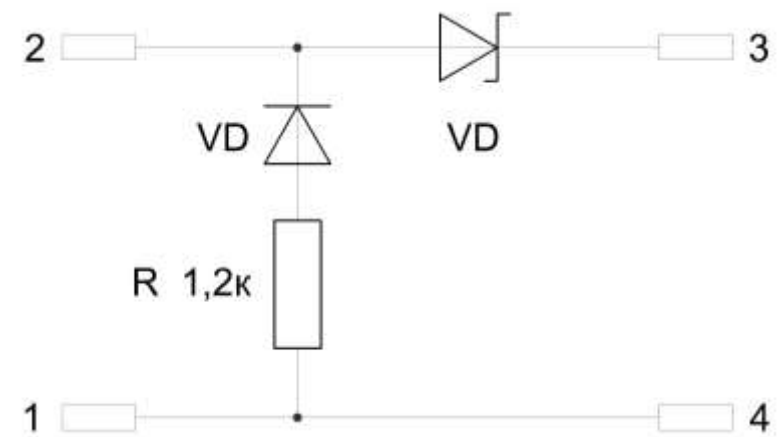

Рис. 8. Оконечный элемент ОЭ3. Схема.
- ОЭ3 (НЛВТ.422412.115-01), Рис.3, Рис.8 – оконечный элемент, предназначенный для обеспечения контроля на обрыв выходных линий пульта пожарного объектового ППО-01 исп.08 на оповещение: «НЕ ВХОДИТЬ», «ПОЖАР», «УХОДИ», «Доп. оповещатель».